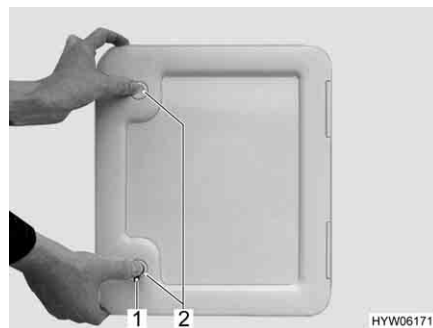

Fig. 44 Portillon pour toilette à cassette
- Insérer la clé dans le barillet du verrou à pression (Fig. 44,1) et la tourner d'un quart de tour.
- Appuyer du pouce et simultanément sur les deux verrous de pression (Fig. 44,2) et ouvrir le portillon pour la toilette à cassette.
- Insérer la clé dans le barillet (Fig. 44,1) et la tourner d'un quart de tour.